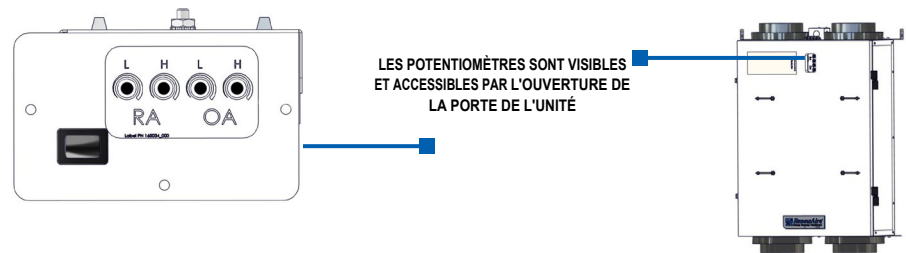

FIGURE 4.3.1 POTENTIOMÈTRES DE CONTRÔLE DE LA VITESSE DU VENTILATEUR
- Mesurez la pression différentielle du flux d'air OA en installant le côté « haute » pression (+) du dispositif de mesure sur le port OA et le côté « basse » pression (-) sur le port SA. Comparez la chute de pression au tableau de la section 4.4.0 pour obtenir le CFM. Réglez le potentiomètre de vitesse du ventilateur (voir figure 4.3.1) pour obtenir le CFM souhaité. Entrez les informations CFM dans la case de la section 4.4.
- Mesurez la pression différentielle du flux d'air RA en installant le côté « haute » pression (+) du dispositif de mesure sur le port RA et le côté « basse » pression (-) sur le port EA. Comparez la chute de pression au tableau de la section 4.4.0 pour obtenir le CFM. Réglez le potentiomètre de vitesse du ventilateur (voir figure 4.3.1) pour obtenir le CFM souhaité. Entrez les informations CFM dans la case de la section 4.4.
- Après avoir réglé les potentiomètres, effectuez des lectures supplémentaires si nécessaire pour vérifier que les réglages de vitesse du ventilateur sont corrects. Voir figure 4.3.1.